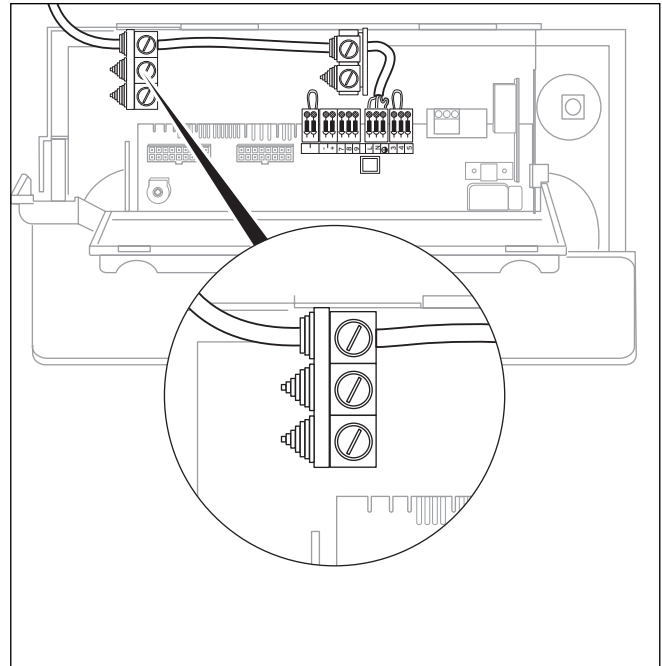

Abb. 5.8 Kabelführung für die Haupt-Stromversorgung
- Verlegen Sie die Netzzuleitung zur Anschlussebene im Schaltkasten wie in Abb. 5.8 und 5.9 gezeigt.
Stellen Sie sicher, dass das Anschlusskabel für die Haupt-Stromversorgung durch den oberen Kabelkanal in die Elektronikbox geführt wird; siehe Abb. 5.8.